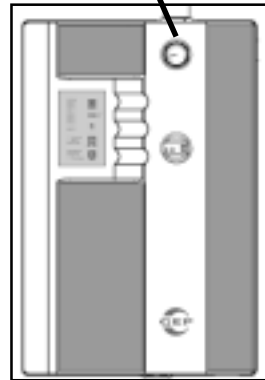

Bild 9
- Druckleitung dicht mit der 3-teiligen-Verschraubung des Gerätes verbinden, siehe Bild 9.